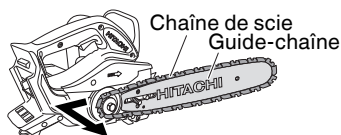

Fig. 4
2. Retrait de la chaîne et du guide-chaîne (Fig. 4)